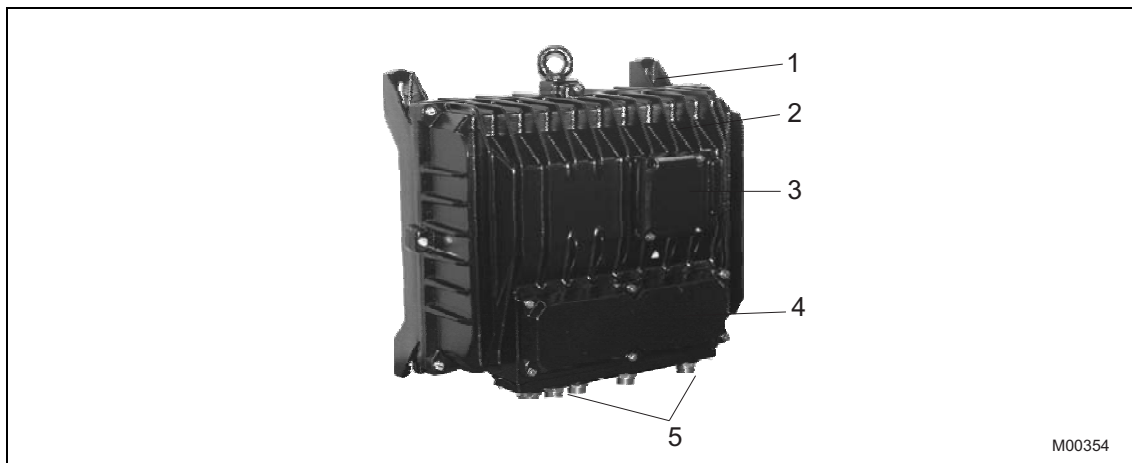

Fig. 9: EBN861
2. Desserrer et retirer les vis du couvercle (**Fig. 9**, Pos. 3).
6. Retirer les vis pour charnière (**Fig. 9**, Pos. 2).
3. Fermer le boîtier, serrer les vis du couvercle (**Fig. 9**, Pos. 3) et raccorder le câble.
4. Retirer le couvercle pour la zone de branchement (**Fig. 9**, Pos. 4).